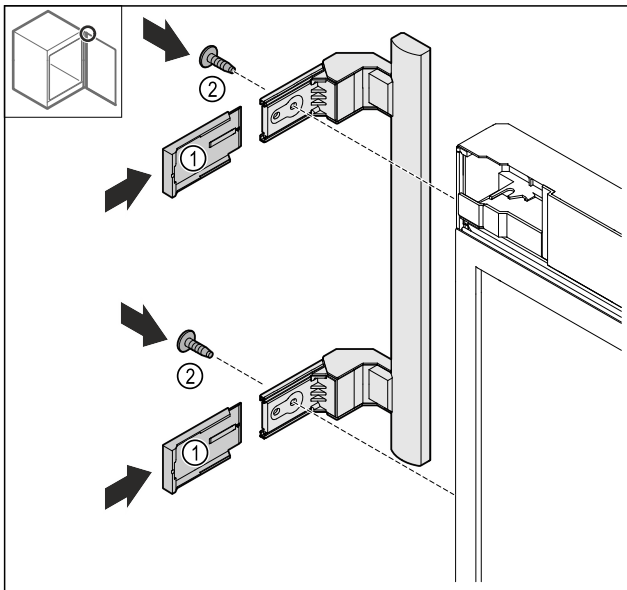

Fig. 26
- ▶ Nasuňte kryty Fig. 26 (1).